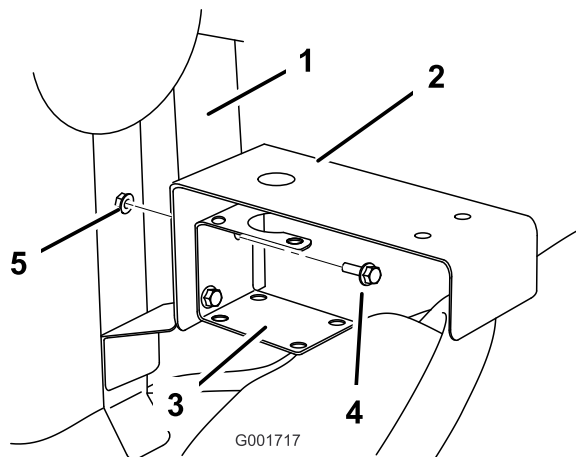

**Figura 10**
- B. Corte la manguera de alimentación de los brazos a 24 pulgadas desde el extremo del acoplamiento (Figura 10).
- C. Instale la manguera de empalme usando 2 adaptadores rectos y 4 abrazaderas (Figura 10).